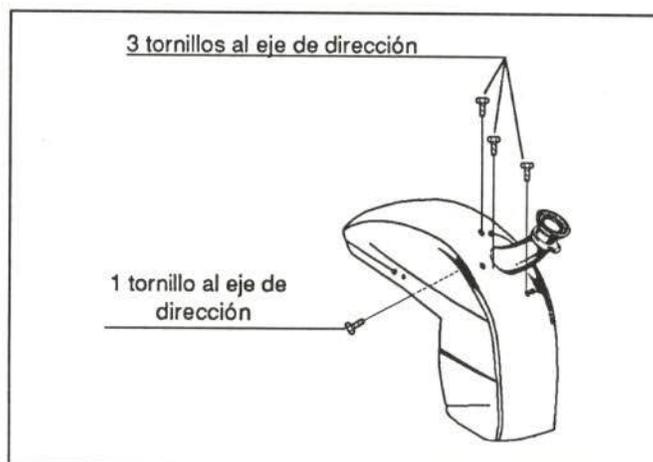

Figura 14.- Unión del guardabarros delantero
En la figura 14 se muestra la fijación de esta pieza.
- Guardabarros (figura 14)
- Soltar guardabarros delantero (figura 14)
- Guardabarros delantero (figura 14)